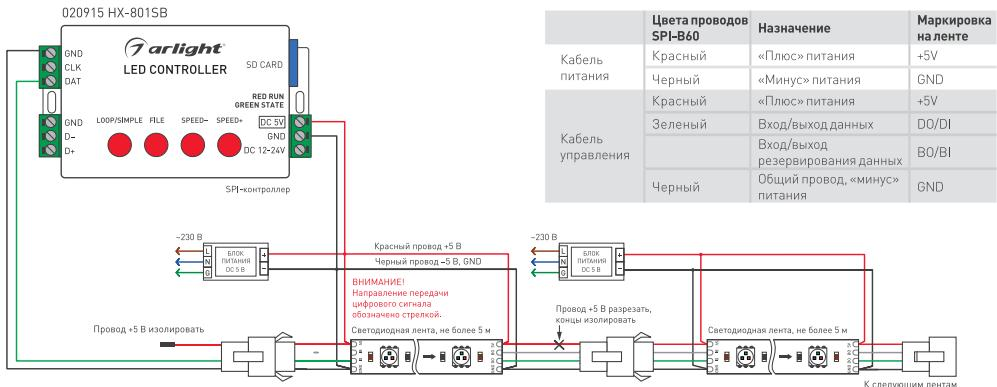

Рис. 1. Схема подключения ленты с использованием SPI-контроллера с одним выходным портом и с использованием раздельных блоков питания.
- ↗ Подключите ленту в соответствии со схемой (рис. 1). Соблюдайте полярность подключения и направление передачи сигнала (вход/выход). Обращайте внимание на маркировку, нанесенную на печатную плату, и на цвета соединительных проводов.
- ↗ Подключите ленту согласно схеме (рис. 1).